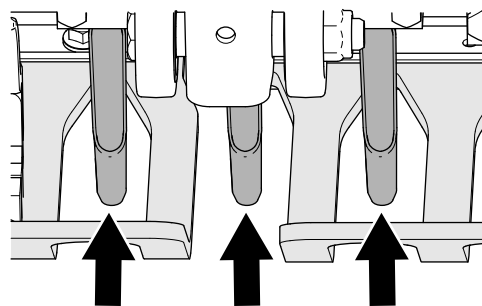

Figure 44
4. Contrôlez l'alignement des fentes des protège-gazon par rapport aux louchets pour vérifier qu'ils sont bien centrés (Figure 44).